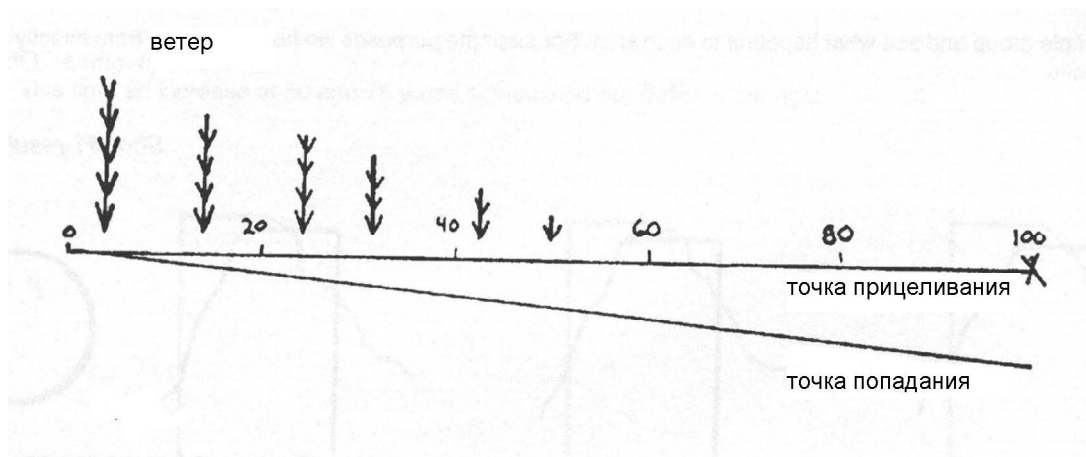

Рис. 2
2. Чем ближе движение ветра к дульному срезу ствола, тем большее влияние он будет иметь на конечную точку попадания пули. (Рис. 2).